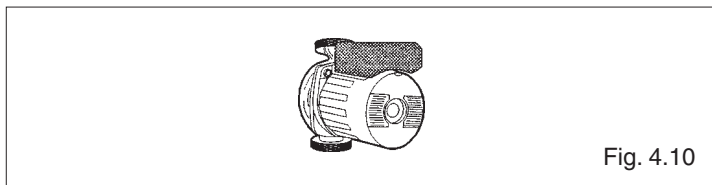

Fig. 4.10
- verificare l'arresto totale della caldaia **Fabula** posizionando l'interruttore generale dell'impianto su "spento" (fig. 4.10)